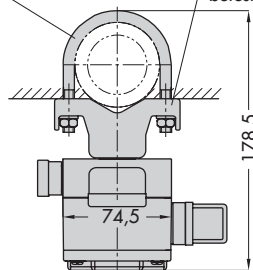

Bild 5-1: Montagevarianten
Der Umformer ist an einer Wand, einem Rohr ($\varnothing 2''$) oder direkt am Stellventil zu befestigen, vgl. Bild 5-1.
- Montagewinkel mit vier Schrauben an der Wand befestigen (Lochbild vgl. Bild 5-1.)